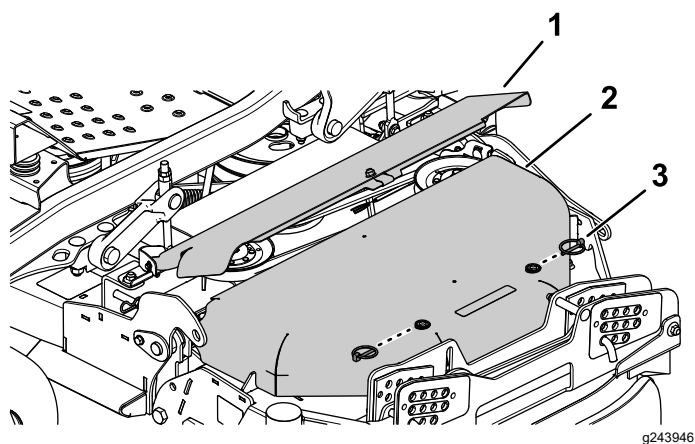

Figure 58
- Enlevez les deux goupilles à anneau du couvercle de courroie extérieur et déposez ce dernier (Figure 58).
- Faites pivoter le couvercle de courroie intérieur vers le haut (Figure 58).